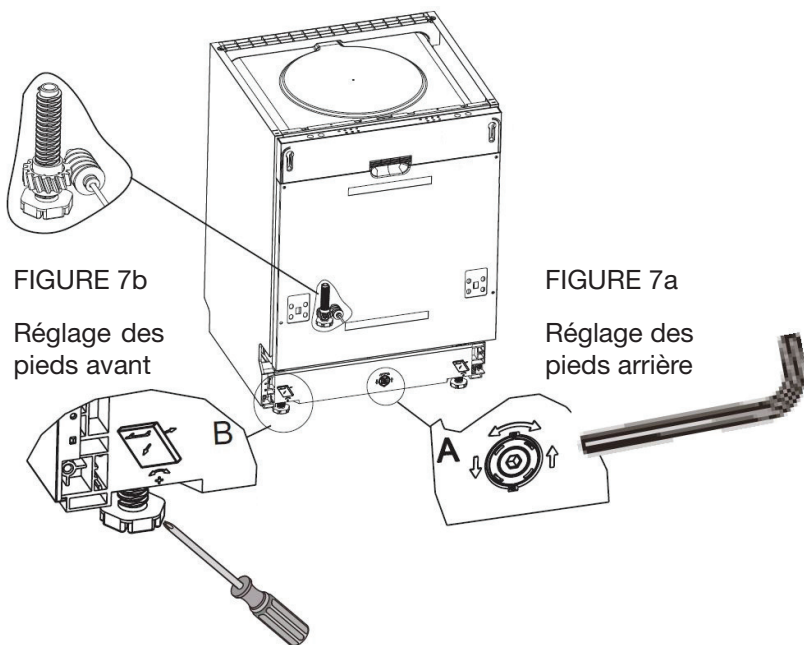

FIGURE 7b
- Utilisez une clé pour régler **les pieds avant** : tournez les pieds avant jusqu'à ce que le lave-vaisselle soit à niveau (Voir figure 7b).